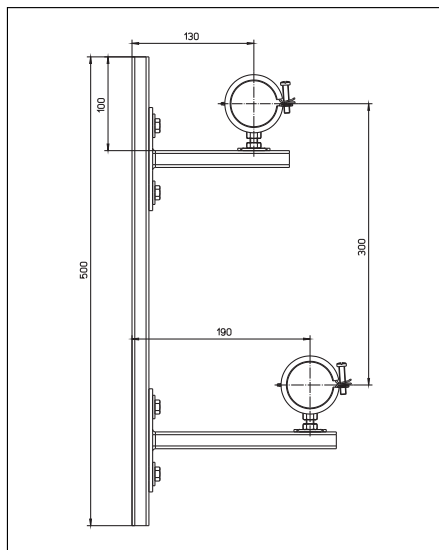

Fig. 5.2: Encombrements console
- Console (réf. 141 44 90): Pour la fixation du distributeur/collecteur «Multidis SFI» en laiton (encombrements voir fig. 5.2).